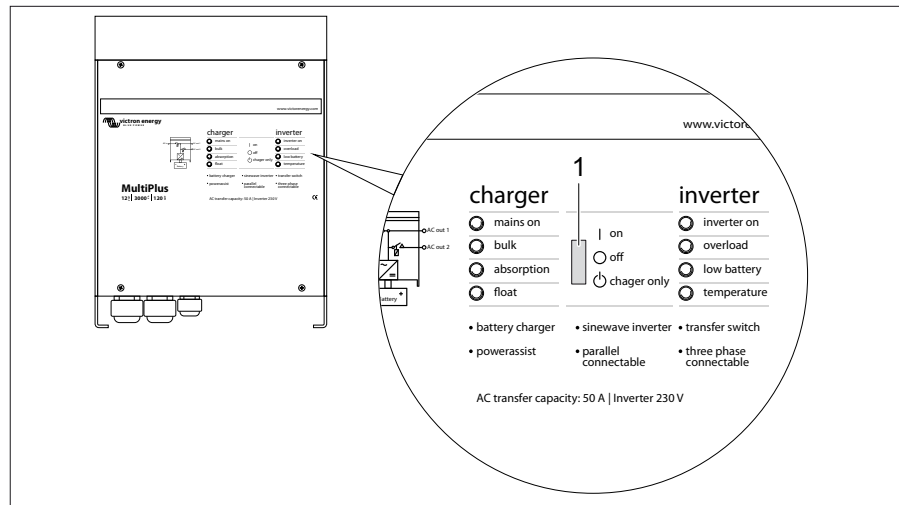

Bild 262 Wechselrichter MultiPlus
Zur ordnungsgemäßen Funktion des Digital Multi Control Panels muss der Kippschalter am Wechselrichter MultiPlus (Bild 262,1) auf "on" stehen.
Stellungen des Kippschalters (Bild 262,1)
- ▷ Liegt kein 230-V-Anschluss an und das Fahrzeug wird länger nicht benutzt, muss der Kippschalter (Bild 262, 1) auf "off" stehen. Ansonsten kann es sein, dass die Batterien nach spätestens 3-4 Tagen leer sind.